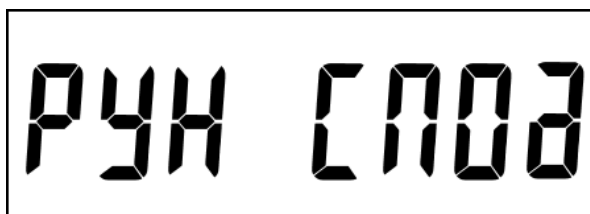

Рисунок 82 – Настройка РУН на работу по алгоритму СПОДЭС
- в первом кадре отображается наличие РУН и алгоритм управления нагрузкой СПОДЭС, см.рисунок 82: